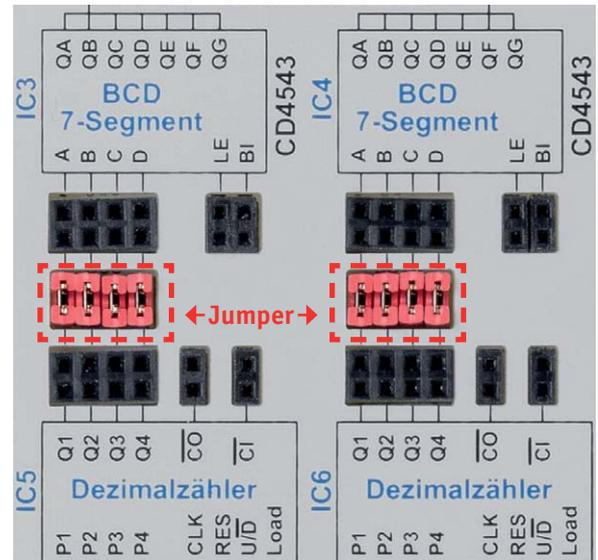

Bild 17: Mittels Jumper werden Zähler (CD4510) und Anzeigendecoder (CD4543) verbunden.
CD4060 erzeugt, wie in Bild 17 dargestellt. Der verwendete Quarz arbeitet mit einer Frequenz von 4,19439 MHz. Durch den integrierten Teiler wird die Frequenz mit jeder Teilerstufe durch zwei geteilt. Wir verwenden die Frequenz am Ausgang Q12. An diesem Anschluss liegt die Oszillatorfrequenz geteilt durch 212 (4096) an. Das ergibt 4,194304 MHz, geteilt durch 4096 = 1024 Hz.
Wie man über eine Wired-And-Matrix den Teilerfaktor errechnet, ist im Abschnitt „CD4060“ bzw. „CD4040“ erklärt. Um es vorwegzunehmen, wir benötigen die Teilerausgänge Q2, Q3, Q5, Q6 und Q9, die mittels einer Und-Funktion einen Reset am CD4040 auslösen müssen. Entsprechend sind also an den genannten Teilerausgängen die Steckbrücken (Jumper) zu setzen. Der Anschluss Reset FB2 wird nun über eine Diode mit dem Reseteingang des CD4040 verbunden (siehe Bild 17). Durch diese Maßnahmen erhalten wir einen Teiler, der die Eingangsfrequenz (1024 Hz) durch 310 teilt. Wir erhalten somit eine Frequenz von 3,304 Hz, also nicht ganz genau die erwünschte Frequenz von 3,3 Hz. Diese kleine Abweichung nehmen wir in Kauf, denn alleine durch die Reaktionszeit beim Drücken der Tasten ergeben sich größere Abweichungen.
Beim Übergang von der Zählstufe 9 nach 0 wird ein Impuls am Ausgang Carry-out (CO) generiert, den wir nutzen, um den zweiten Zähler IC5 zu takten. Das war in Sachen Zählereinheit schon alles. Um die Zählerstände zur Anzeige bringen zu können, setzen wir den BCD-zu-7-Segment-Decoder ein. Dies geschieht mit IC3 und IC4 vom Typ CD4543. Auch hier ist die Funktionsbeschreibung in dem entsprechenden Abschnitt erklärt. Diese Wandler setzen den BCD-Code der Zählerausgänge in einen Code für die 7-Segment-Anzeigen um, sodass wir die Zahl auf der LED-Anzeige ablesen können. Zu beachten ist hier, dass die Zählerausgänge (IC5 und IC6) mit den Eingängen der Decoder verbunden werden müssen. Dies geschieht über Jumper, wie sie in Bild 17 dargestellt sind.